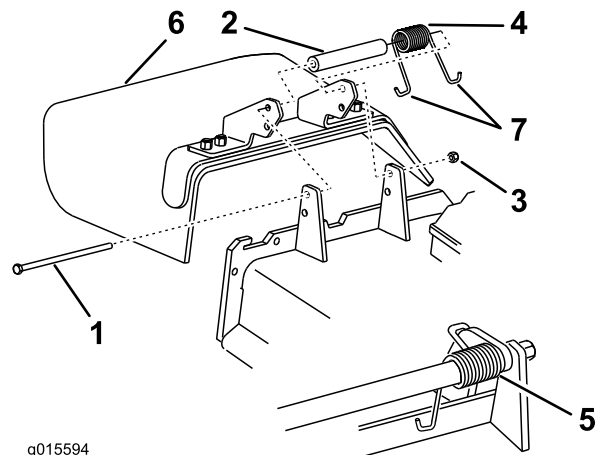

Figure 97
**Remarque:** Prenez soin de placer une extrémité en J du ressort derrière le bord du plateau avant de mettre le boulon en place, comme indiqué à la Figure 97.
3. Remettez le boulon et l'écrou. Accrochez une extrémité en J du ressort au déflecteur d'herbe (Figure 97).
1. Retirez le contre-écrou, le boulon, le ressort et l'entretoise qui fixent le déflecteur aux supports de pivot (Figure 97). Enlevez le déflecteur s'il est endommagé ou usé.